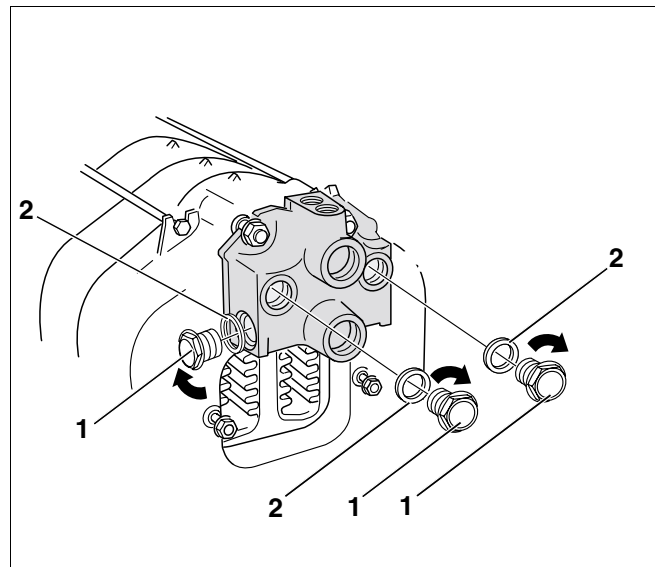

Fig. 28 Se vor astupa racordurile care nu sunt necesare.
- Dopurile (Fig. 28, **Poz. 1**) se înșurubează cu inele de etanșare (Fig. 28, **Poz. 2**) la racordurile care nu sunt necesare.